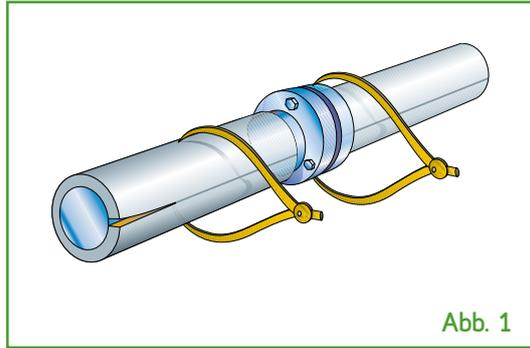

Abb. 1
- 1) Unter Befolgung der obigen Angaben und unter Zuhilfenahme der Schablone für den Schnitt aus der Isolierungshülle ein bis drei Spitzen ausschneiden. (**Abb. 1**)
- 1) Die Isolierungshülle in Querrichtung so schneiden, dass die beiden Stücke jeweils $1/3$ und $2/3$ der Gesamtlänge ausmachen. (Abb. 1)
- 1) Mit einem Rohr, dessen Ende geschliffen ist, ein Loch in die Isolierungshülle stanzen (**Abb. 1**)
Vor dem Anbringen des Isoliermaterials muss der Tank gesäubert werden: die Außenflächen nach Möglichkeit mit der Flamme absengen, um Spuren von Fett, Öl, Staub und anderem Schmutz zu entfernen. **(Abb.1)**